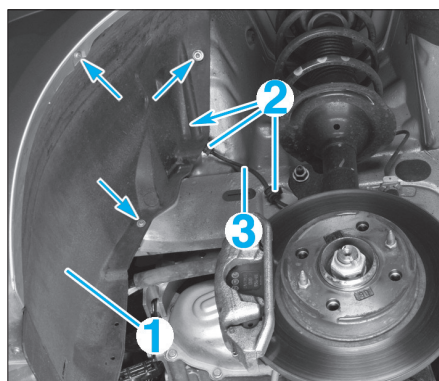

FIG. 16
- Dévisser les fixations et déplacer la partie avant (1) du pare-boue (Fig.16).
- Ouvrir les colliers (2) et libérer le câble électrique (3) du capteur de vitesse de roue.